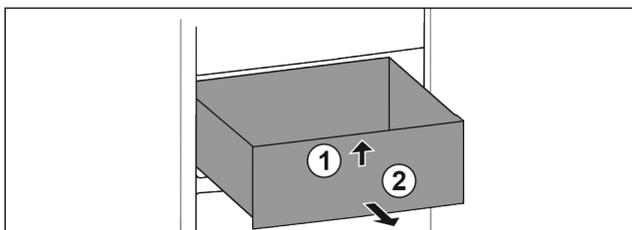

Fig. 28
- ▶ Schubfach vorne anheben. Fig. 28 (1)
- ▶ Schubfach nach vorne entnehmen. Fig. 28 (2)